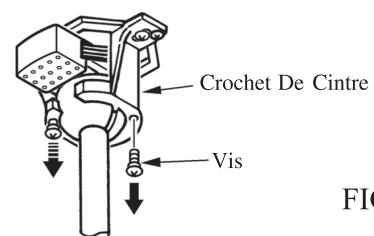

FIG.10
3. Retirez l'une des vis et desserrez les autres vis du support de suspension. (Voir fig.10)